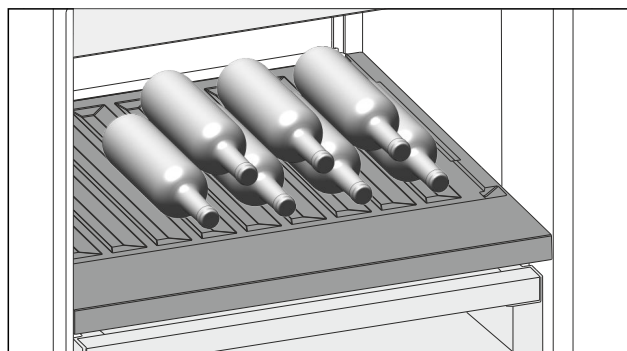

Fig. 162 Ilustrativni primjer
- Stavite boce s dnom prema stražnjoj stijenci hladnjaka. (pogledajte Fig. 162)